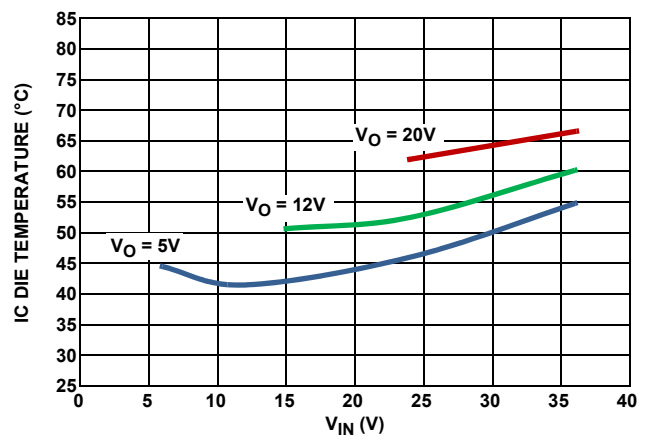
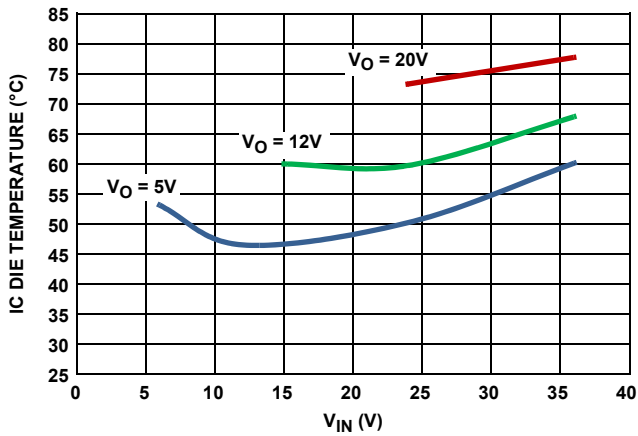

図 10. 周囲温度 $+25^\circ C$ のときの IC ダイ温度、静止大気、 $500kHz$ 、 $I_O = 2.0A$
図 11. 周囲温度 +25 °C のときの IC ダイ温度、静止大気、500kHz、I_O = 2.5A
- 放熱の観点では、IC 内部の電力損失によって、ダイ温度が +125 °C を超えないようにしなければなりません。異なる条件で動作させた本 IC の発熱特性を図 10 と図 11 に示します。
V_{IN} 範囲をパラメータとして、+25 °C の静止大気条件での 2A 出力と 2.5A 出力アプリケーションのダイ温度特性を図 10 ~ 11 に示します。異なる周囲温度あるいは異なる動作条件でのダイ温度は、両方の図に示した温度上昇データを用いて概算してください。ただし、周囲温度が高いほど r_{DS(ON)} も増加して導通損失が大きくなり、温度上昇がより大きくなる点に注意してください。